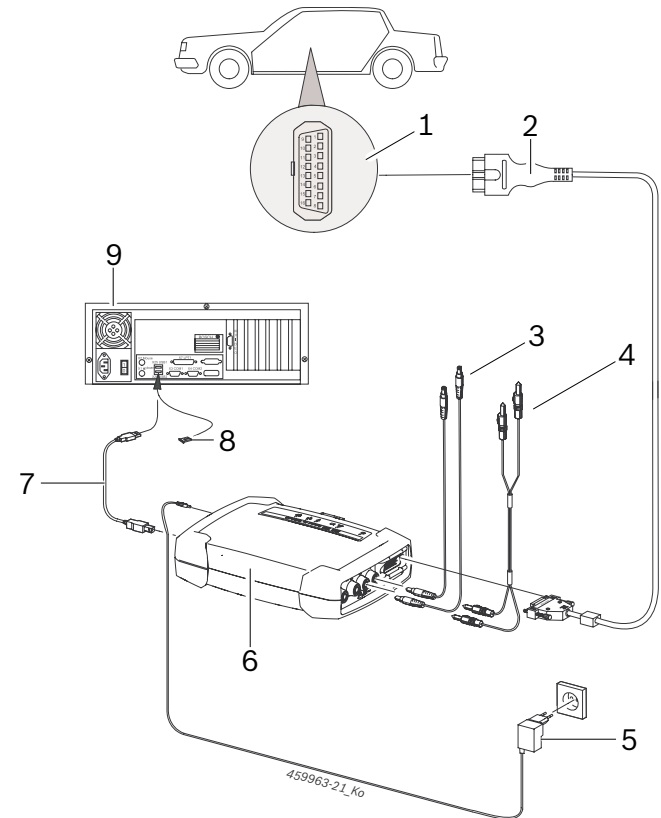

Abb. 6: Schéma de raccordement du KTS 590 par exemple
- le câble de raccordement OBD (fig. 6, pos. 2) ou